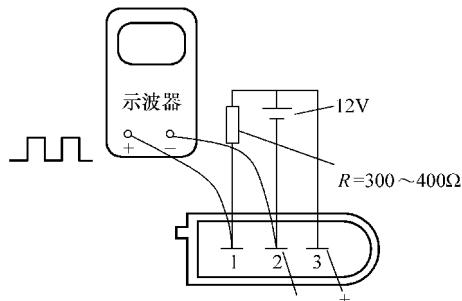

图 8-10 示波器测试传感器
2) 如图 8-10 所示, 连接好线路, 并给传感
转向盘。此时用示波器检测 1 号端子的波形, 应如图 8-10 所示, 如果波形异常应更换传感